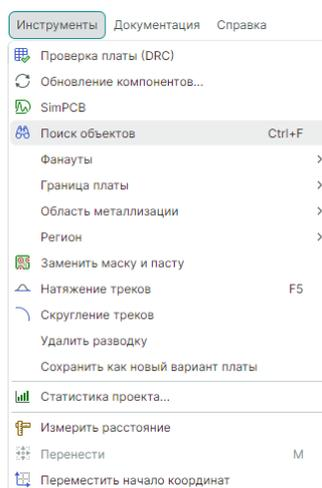

Рис. 151 Вызов инструмента «Поиск объектов»
1. Откройте плату проекта в редакторе и вызовите панель «Поиск объектов». Вызов панели доступен из главного меню «Инструменты», см. Рис. 151.